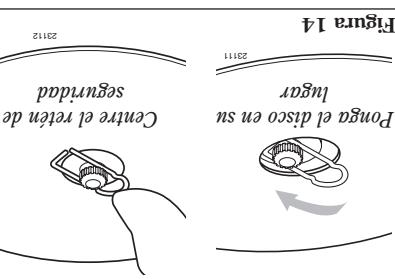

Figura 14
4. Asegure el disco en su lugar centralizado el retén de seguridad en el eje de salida. Consulte la figura 14.